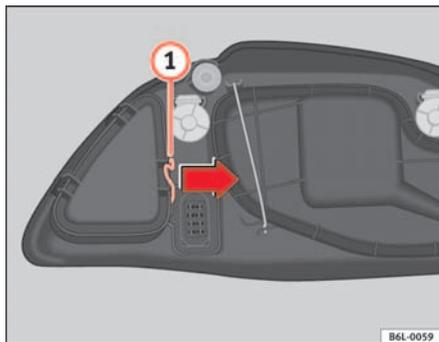

Abb. 154 Standlicht
- Die Strebe ① ⇒ Seite 231, Abb. 154 in Pfeilrichtung verschieben und den Deckel abnehmen.